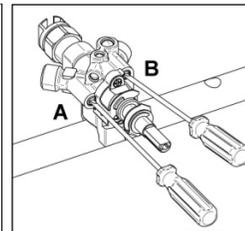

Fig.7
4. Per il rubinetto che comanda il bruciatore dual le viti di strozzamento sono situate sul corpo del rubinetto (**fig.7** ), la vite **A** regola la corona esterna mentre la vite **B** regola la vite interna.